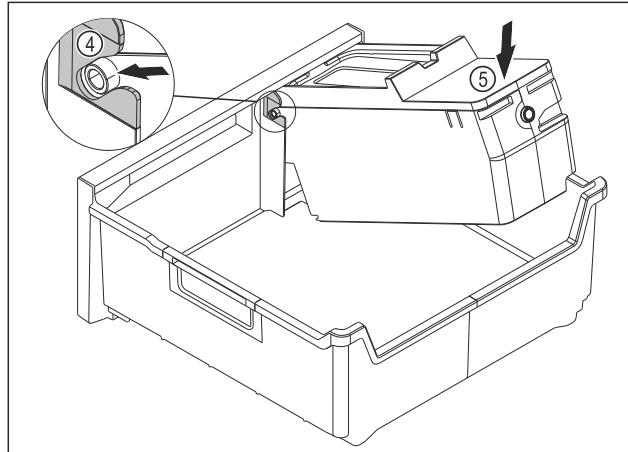

Fig. 82
- Montáž korpusu EasyTwist-Ice: Osi korpusu EasyTwist-Ice zasuňte do vedení Fig. 82 (4).
- Zatlačte korpus EasyTwist-Ice Fig. 82 (5) zozadu smerom nadol.